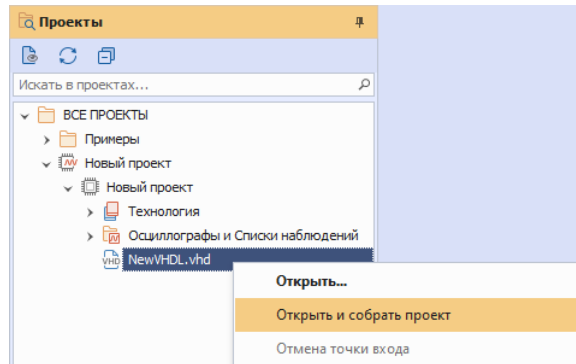

Рис. 18 Запуск компиляции из контекстного меню
1. Вызовите контекстное меню с файла, см. Рис. 18.